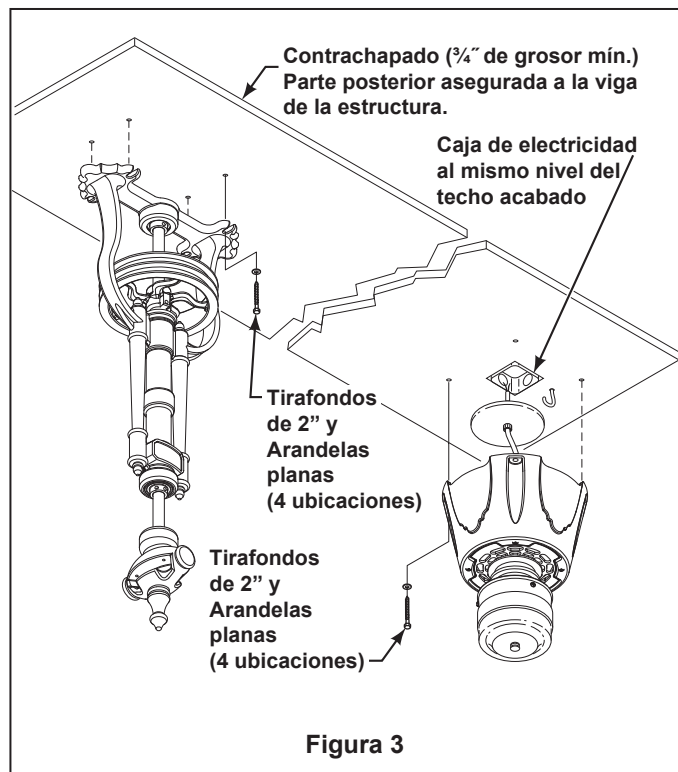

Figura 3
*Se recomienda que cada ventilador y el motor tiene el respaldo de madera contrachapada de 3/4" asegurado a un elemento de la estructura de apoyo adecuada (Figura 3). A 120 VAC de alimentación eléctrica, centrado en la unidad de motor y por cable a una velocidad de 3 de control (incluido) se requiere. La unidad de motor no funcionará más de dos poleas / montajes de lámina*